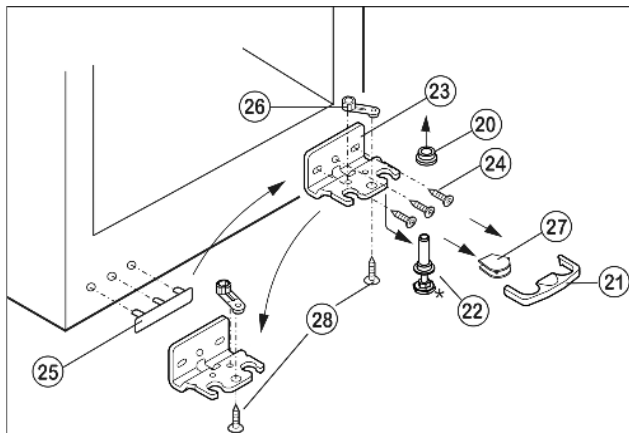

Fig. 5
- ▶ Предохранитель Fig. 5 (21) снимите движением вперед.
- ▶ Снимите крышку Fig. 5 (27).*
- ▶ Полностью поверните регулируемую опору Fig. 5 (22).
- ▶ Вытяните опорный палец Fig. 5 (22) вниз и вперед. При этом следите за гнездом шарнира Fig. 5 (20).
- ▶ Открутите опорный кронштейн Fig. 5 (23) (3 шт. Torx 25) Fig. 5 (24).
- ▶ Открутите опорную деталь Fig. 5 (26) (1 Torx 25) Fig. 5 (28) и, переставив в отверстие на противоположной стороне опорного кронштейна, снова прикрутите.
- ▶ Осторожно приподнимите и переставьте крышку Fig. 5 (25) со стороны ручки.
- ▶ Снова прикрутите опорный кронштейн Fig. 5 (23) на новой стороне шарнира, при необходимости с помощью аккумуляторного шуруповерта с усилием 4 Нм.
- ▶ Установите крышку Fig. 5 (27) на противоположной стороне.*
- ▶ Предохранитель (21) нужно зафиксировать сбоку на кронштейне, чтобы опорный палец и двери были защищены от выпадения.
- ▶ Снова защелкните предохранитель (21) на опорном кронштейне.
- ▶ Наденьте гнездо шарнира Fig. 5 (20).
- ▶ Установите дверцу сверху на нижний опорный палец Fig. 5 (22).
- ▶ При необходимости выровняйте дверцу через два продольных паза в нижнем опорном кронштейне *Fig. 5 (23)* параллельно корпусу устройства. Для этого выкрутите средний винт.